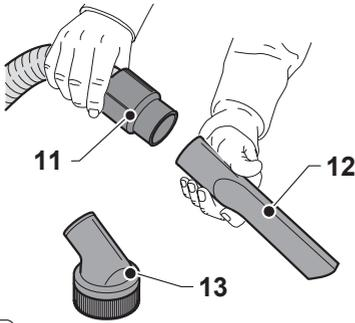

Fig. 6
- Die Saugrohrmuffe (5 Abb. 6) bis zum Endanschlag in den Stützen (9 Abb. 5) am Behälter einfügen.
- Auf den flexiblen Schlauch (11 Abb. 6) die Fugendüse (12 Abb. 6) oder die Bürste mit Pinsel (13 Abb. 6) je nach auszuführender Tätigkeit aufstecken.